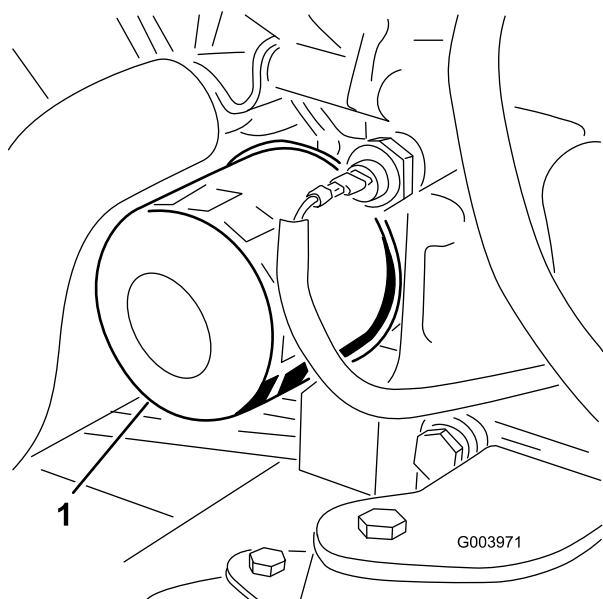

Figura 58
3. Togliete il filtro dell'olio (Figura 58).